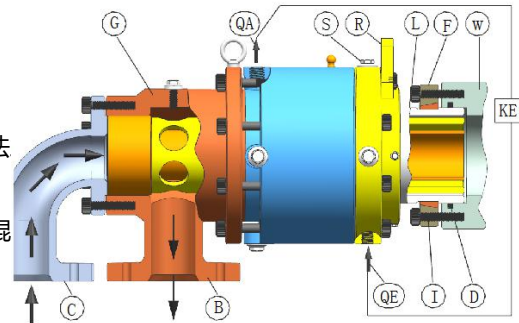

图 1. 旋转接
- ~ 旋转接头轴承是否被传感器检测, 连接振动传感器至感应接头“S”(母螺纹 M6x1; 见图 1 在第 3 页)。